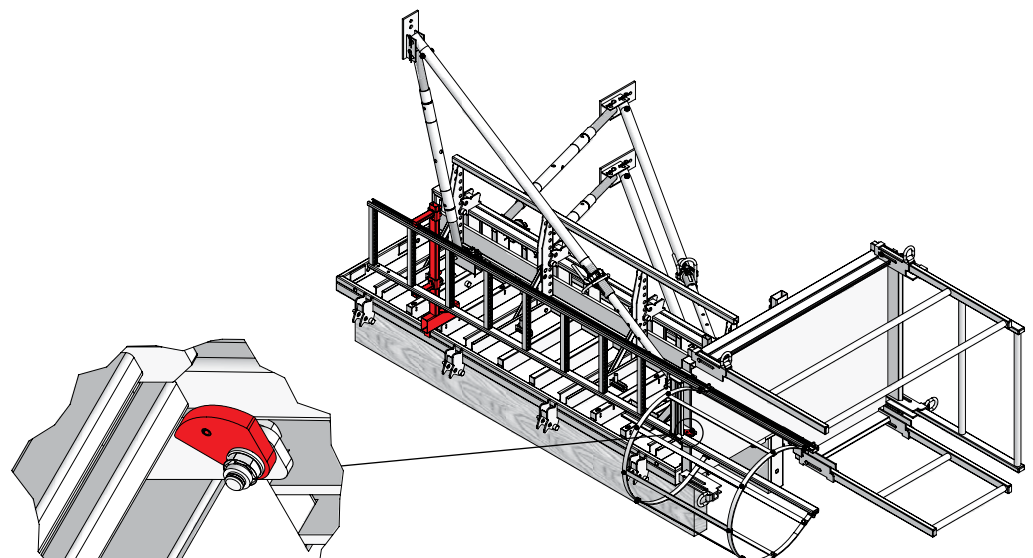

Abb. 9.4 Detail
3. Die vormontierte Leiter an der Betonierbühne einhängen. Die Sicherungsfallen für die Leiter müssen danach eingerastet sein (Abb. 9.4 Detail).